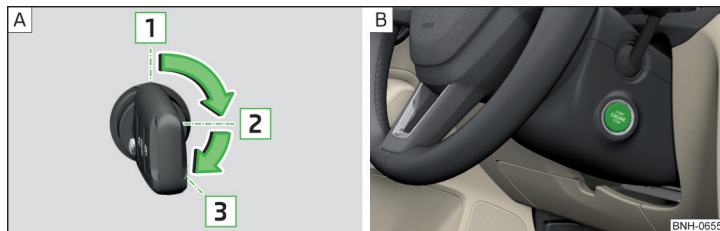

Abb. 98 Positionen des Fahrzeugschlüssels im Zündschloss / Starterknopf
Positionen des Fahrzeugschlüssels im Zündschloss » Abb. 98 - **A**
- › Den Knopf drücken » Abb. 98 - **B**, die Zündung wird ein-/ausgeschaltet.
- › Bei Fahrzeugen mit **Zündschloss** den Schlüssel in die Position **3** drehen » Abb. 98 auf Seite 88 - **A**, es erfolgt der Startvorgang. Dann den Schlüssel loslassen, der Motor springt automatisch an.
- › Bei Fahrzeugen mit **Starterknopf** den Knopf kurz drücken » Abb. 98 auf Seite 88 - **B**, der Motor springt automatisch an.
- › Bei Fahrzeugen mit **Zündschloss** den Schlüssel in die Position **1** drehen » Abb. 98 auf Seite 88 - **A**.
- › Bei Fahrzeugen mit **Starterknopf** den Knopf drücken » Abb. 98 auf Seite 88 - **B**, der Motor und die Zündung werden gleichzeitig ausgeschaltet.